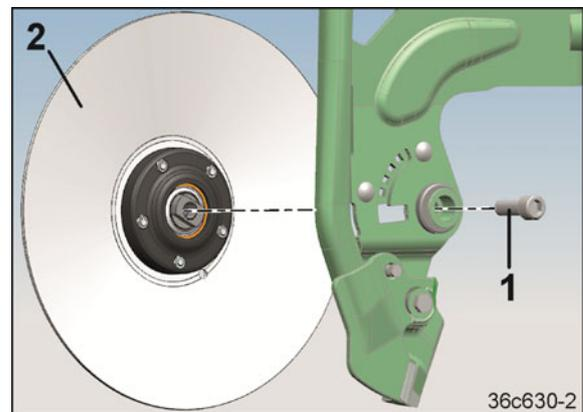

Fig. 307
2. Desserrer la vis à tête cylindrique 16X 45 (Fig. 307/1)
3. Enlever le disque de coudre (Fig. 307/2).
7. Monter le disque de coudre (Fig. 307/2).
8. Poser et serrer la vis à tête cylindrique 16x45 (Fig. 307/1)